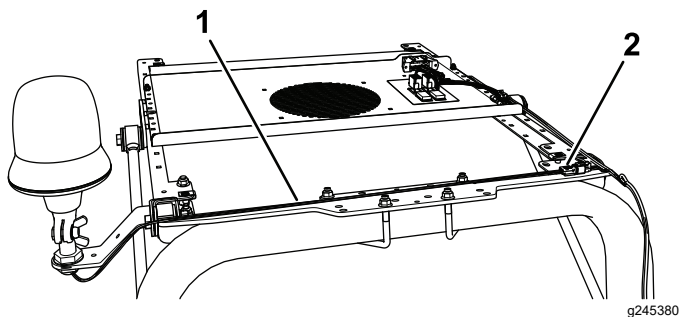

Figure 10
7. Branchez le connecteur au bout du faisceau au connecteur au bout du faisceau du panneau de commande (Figure 10).
8. Acheminez le faisceau du gyrophare comme montré à la Figure 10, et attachez-le avec des serre-câbles.